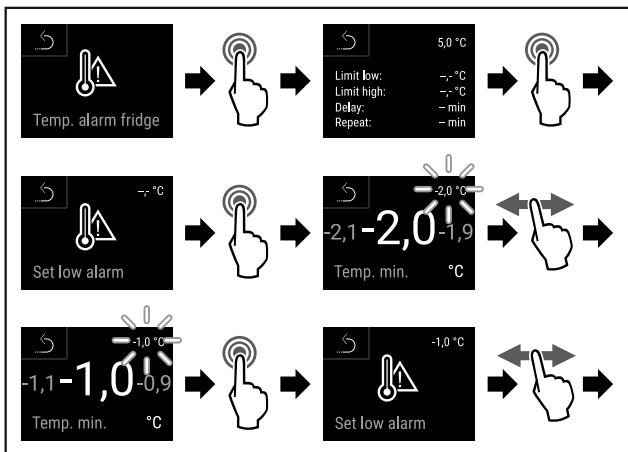

Fig. 140
- ▶ Seguir los pasos de procedimiento (consulte Fig. 140) .